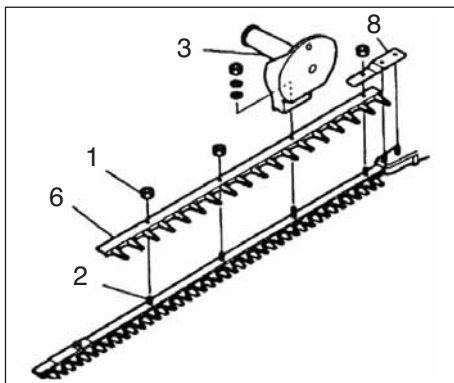

Рис. 1-2
* Для монтажа накопительной пластины на СН105ЕС (С) воспользоваться каждой (5) из двух предусмотренных шайб под уборочной пластиной или двумя крепёжными болтами лезвия, на конце режущего лезвия (при наличии подобного оснащения).
4. Прежде чем зафиксировать затянутые вручную гайки, вкрутить устанавливаемые крепёжные болты лезвия (2), затем выкрутить болты прикл. на 1/2 оборота.
Рукоятка В (3) и тупоконечное защитное приспособление (6) для США/КАНАДЫ (Рис. 1-2, 3) (при наличии подобного оснащения)
1. Демонтировать четыре гайки (1) (при двухстороннем лезвии три гайки (1)) на стороне шпиндельной головки